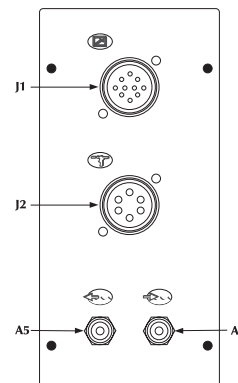
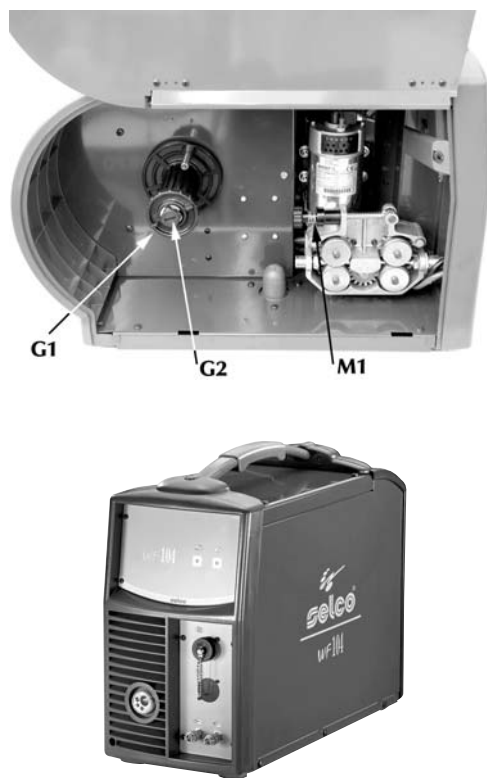

Fig. 19
Fig. 21 Particolari del carrello mobile
- Svitare la ghiera (G1 fig. 21) dall'aspo porta rocchetto e inserire il rocchetto.
Fare entrare in sede anche il perno metallico dell'aspo, rimettere la ghiera (G1) in posizione e registrare la vite di frizione (G2 fig. 21)
- Sbloccare il supporto traino del motoriduttore (M1 fig. 21) infilando il capo del filo nella boccola guidafile e, facendolo passare sul rullino, nell'attacco torcia.
- Inserire la torcia, completa di guaina, nell'attacco centralizzato (C1 fig. 21) avvitandone completamente la ghiera. Se la torcia è raffreddata ad acqua, allacciare i tubi di mandata e ritorno sui raccordi (A5-A6 fig. 19).